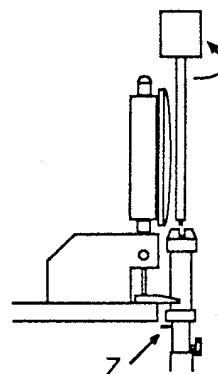

Fig. 28
- Höhe der Bandführungsbolzen P2, P3 so einstellen, daß der untere Führungsbund unter der Oberkante der Einstellplatte liegt (Fig. 28)
- Adjust the height of the Tape Guide Bolts P2, P3 so that the lower guide collar lies below the upper edge of the Post Adjustment Plate (Fig. 28).
- Regolare l'altezza dei perni P2 e P3 in modo che il collare inferiore si trovi sotto lo spigolo superiore della piastra di regolazione (fig. 28).